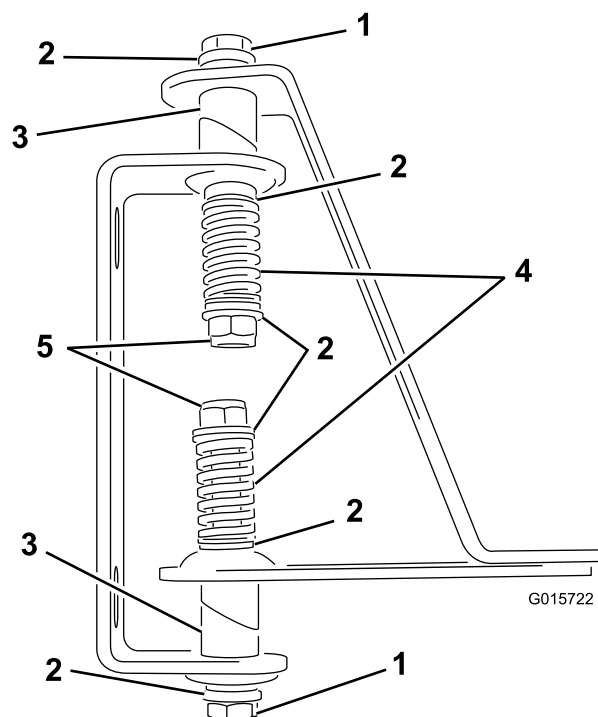

Рисунок 3
4. Пропустите болты через отверстия шарнирной сварной трубы, шарниры и хомуты (Рисунок 3).
6. Установите пружину на конец каждого болта (Рисунок 3).